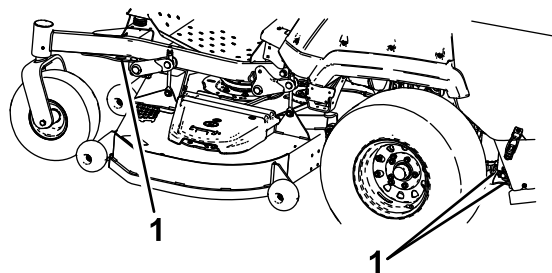

Рисунок 32
6. С помощью строп, цепей, тросов или канатов закрепите машину в точках, расположенных рядом с передними поворотными колесами и на задней части рамы (Рисунок 32). Изучите местные нормативные документы по требованиям к креплению оборудования.